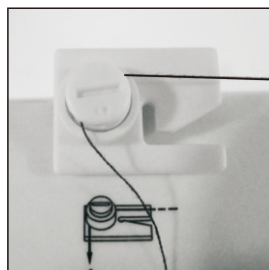

Fig. 21
2. Led tråden genom spillindarens spänningsdisk på den övre sidan av maskinen (fig.21).